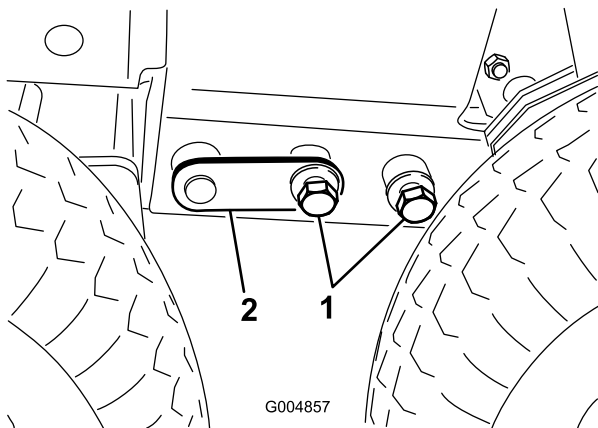

Figura 22
8. Ajuste el gato o balancee la cabina con las manos, según sea necesario, para instalar los pernos (3/4 pulgada) en cada lado (Figura 22). Apriete los pernos a 359 N-m (265 pies-libra).